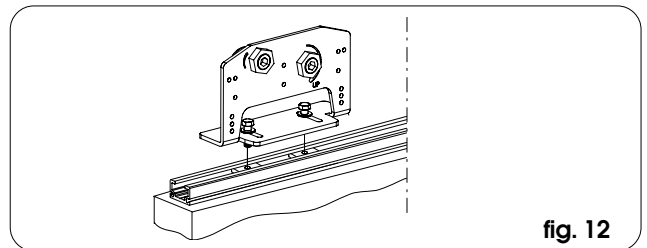
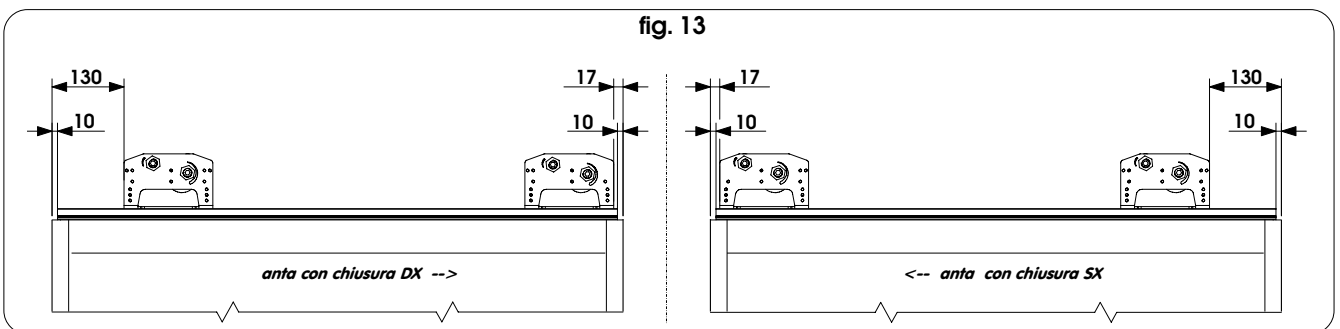
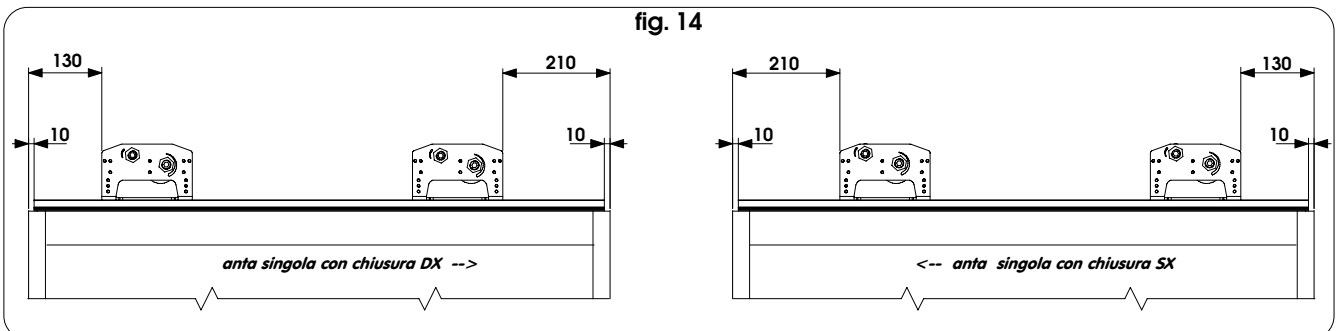

fig. 12
fig. 13
fig. 14
- Fissare due carrelli ad ogni anta utilizzando gli squadretti e le viti in dotazione come in fig. 12. Per il posizionamento, far riferimento a fig. 13 (anta doppia) e fig. 14 (anta singola).